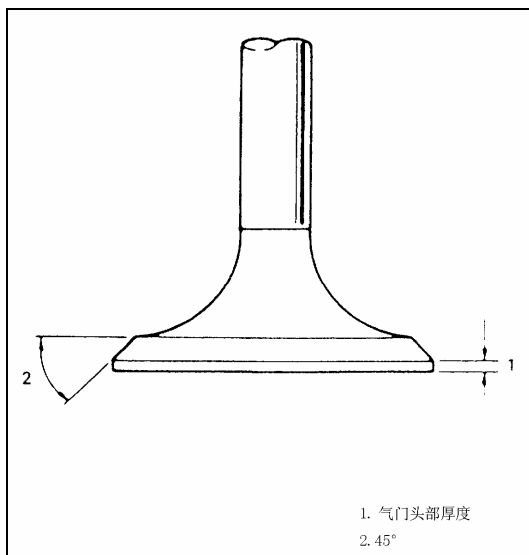

Рис. 4-98.
- 3). Как показано на Рис. 4-98, измерить толщину головки клапана. Если фактическая толщина выходит за пределы диапазона допустимых значений, заменить клапан на новый.